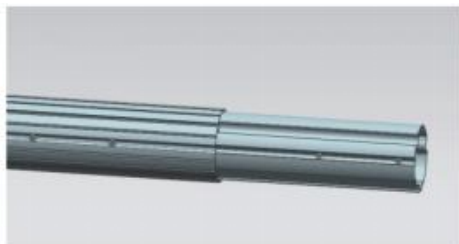
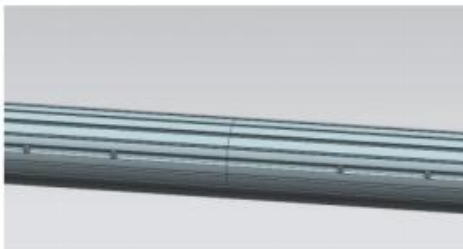

Figura D8
Figura D9
3.4 Tire de los tubos de conexión en ambos extremos de la bobina central hasta la posición límite roja y ensamble los extremos de los tubos izquierdo y derecho. Fije la conexión con la tripulación S A. (Figura D8, Figura D9)